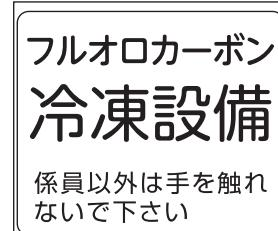

図 13 警戒票
- ユニットに付属されている警戒票（図 13）を、ユニットの見やすい所へ貼り付けてください。